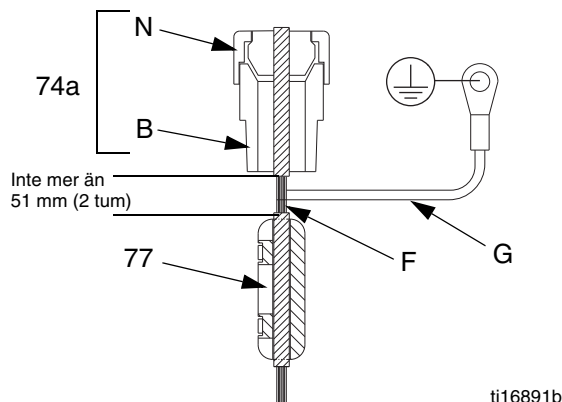

FIG. 11. Fältkabel till IS-krets
19. Trä IS-fältkabeln och skölden genom den ledande dragavlastaren (74a) och anslut den till J2 och J3. Se FIG. 11 och **Elschema**, sidan 10.
20. Se FIG. 11. Dra åt muttern (N) på den ledande dragavlastningen (74a) ordentligt. Montera ferriten (77) på fältkabeln (F), inte mer än 51 mm (2 tum) från botten av den ledande dragavlastaren (74a). Installera jordledningen (G) vid jordskruven i kopplingsdosan.
21. Montera den nya packningen (33), kåpan (34) och sex skruvar (12).
22. Ta bort den gamla etiketten (L) från kretskortets kåpa (34). Sätt på den nya etiketten (L) på kåpan.
23. Kalibrera omvandlaren genom att mata in kalibreringsinformation som du hittar på den nya etiketten (L):
24. Återmontera kåpan (32) med två skruvar (12).